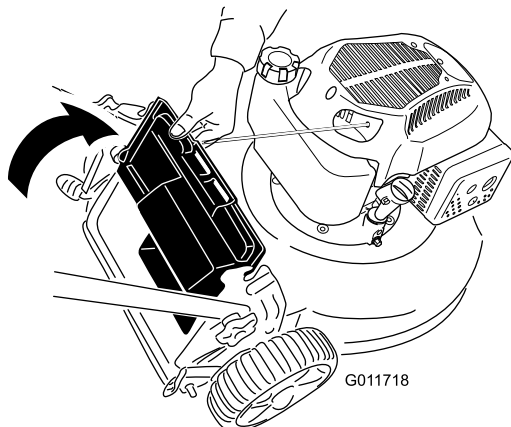

Figura 16
2. Levante el deflector trasero y sujételo (Figura 16).